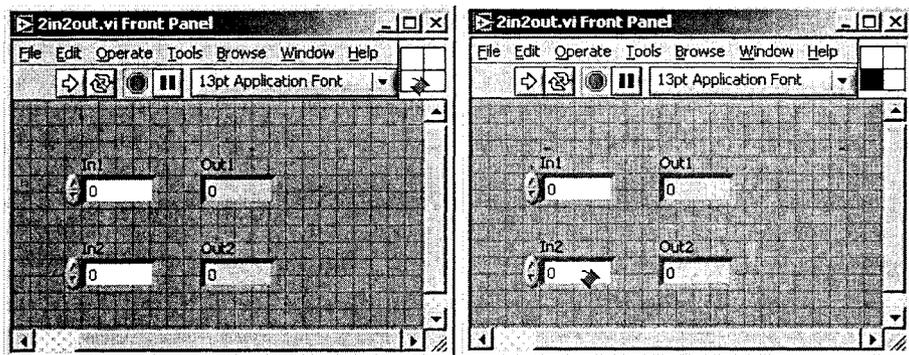

Рис. 13.2
**Connector** (Показать поля ввода/вывода данных). После этого вместо иконки появится соединительная панель, в которой каждый прямоугольник соответствует полю ввода или вывода данных. Количество полей ввода/вывода данных соответствует количеству элементов на лицевой панели. На рис.13.2 показана лицевая панель, содержащая два элемента управления и два элемента индикации. Таким образом, в соединительной панели LabVIEW показывает два поля ввода и два поля вывода данных.